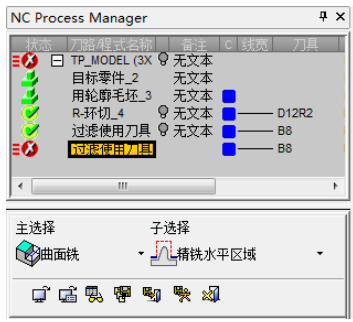

图 3-98 “NC Process Manager”对话框（3）
1) 创建程序。单击“加工向导”工具栏上的“加工程序”按钮 ，弹出“NC Process Manager”对话框 (3)，“主选择”为“曲面铣”，“子选择”为“精铣水平区域”，如图 3-98 所示。